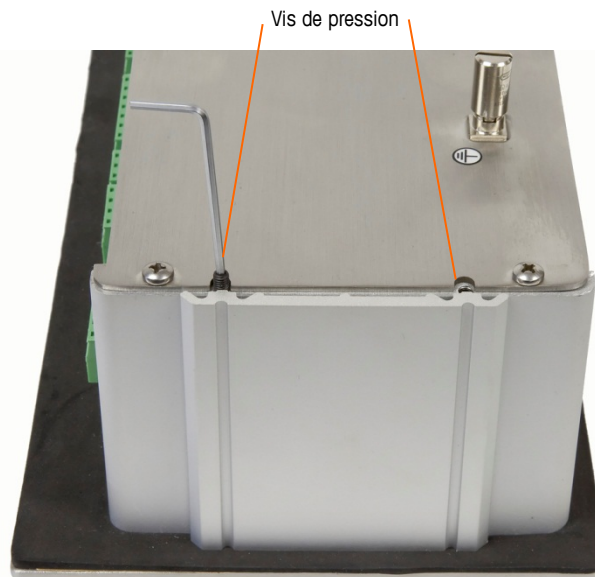

Figure 3-8: Support de serrage installé
- Fixez le terminal au panneau en introduisant les supports de serrage dans les canaux sur le côté de l'enceinte IND560x et en installant quatre vis à tête Allen (voir la Figure 3-8). Les quatre vis doivent être serrées à 0,55 Nm (5 po lb).